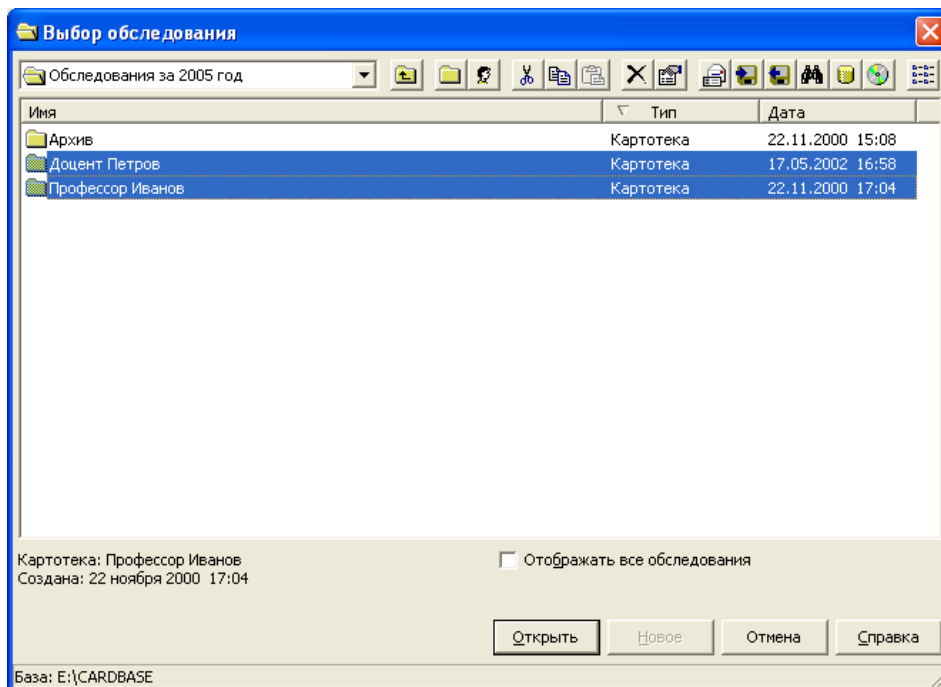

Рис. 49
- 7. Перенос обследований на компакт-диск.** Если объем базы данных обследований становится достаточно большим, то вы можете перенести часть обследований на компакт-диск (CD или DVD). Для этого на вашем компьютере должен быть установлен привод для компакт-дисков с возможностью записи, а также операционная система Windows XP. В диалоговом окне «Выбор обследования» (доступно через пункт меню **Обследование|Открыть...**) выберите картотеку, карточку или обследование. Вы можете использовать множественный выбор с помощью клавиш **[Ctrl]** и **[Shift]**. Пример представлен на рис. 49.